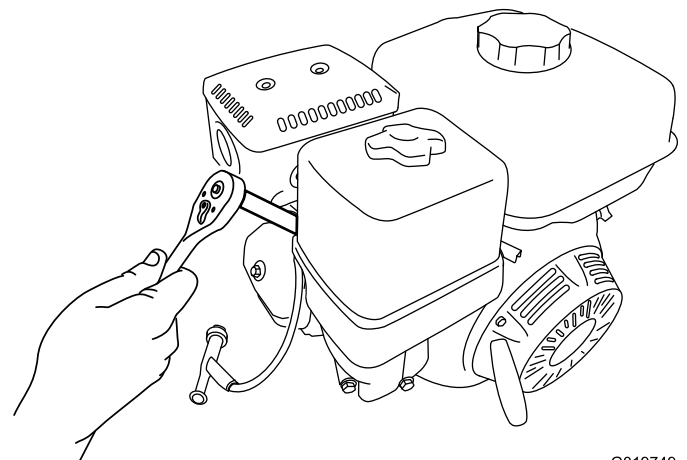

Figura 29
5. Gire la bujía en sentido antihorario usando una llave para bujías de 20 mm (13/16 pulgada) para desmontar la bujía y la junta (Figura 29).
2. Gire la bujía en sentido horario usando una llave para bujías de 20 mm (13/16 pulgada) hasta que la bujía y la junta estén asentadas (Figura 29).